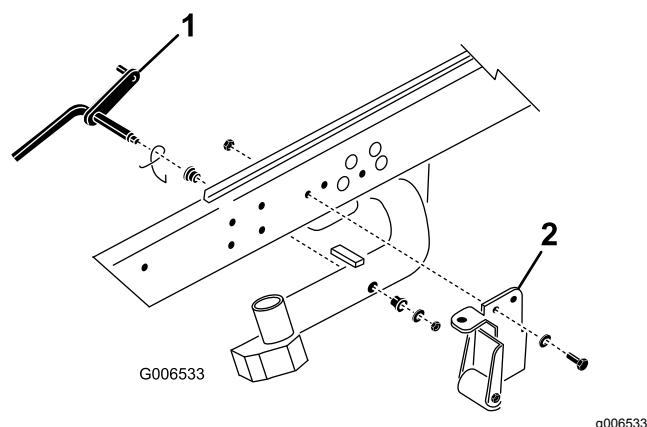

Figure 3
1. Enlevez le contre-écrou et la rondelle qui fixent la tige de pivot au bras de levage n° 2 (Figure 3). Enlevez la tige de pivot et le ressort du bras de levage. Répétez la procédure pour les bras de levage n° 1 et 3.
pas nécessaires pour utiliser les unités de coupe DPA (Figure 3).